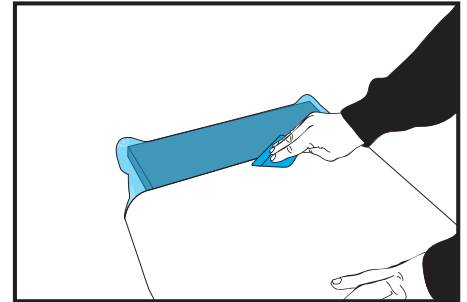

Figure 02
- › Commencer l'application du film par l'un des bords du plateau horizontal de la table ou tablette. (FIG. 02)